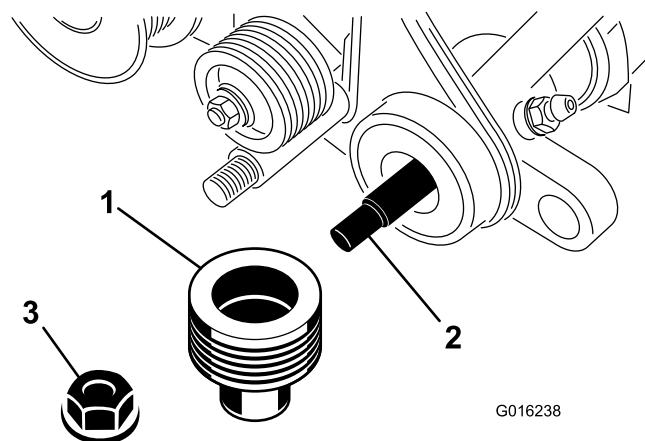

Figure 31
6. Retirez le contre-écrou à embase qui fixe la poulie menée à l'extrémité de l'arbre du groomer (Figure 31). Déposez la poulie.